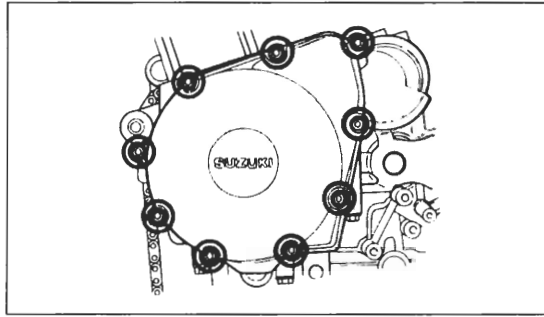

Bild 141
- Gehusedeckel abnehmen (Bild 141).